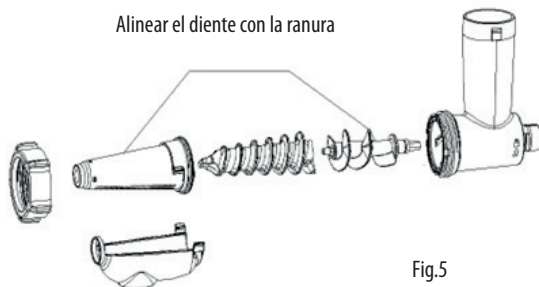

Fig.5
1. Ensamble las piezas como se muestra en la figura a continuación: la rejilla del cono, el accesorio de compresión, la protección. Ver la flecha en la fig. 5.